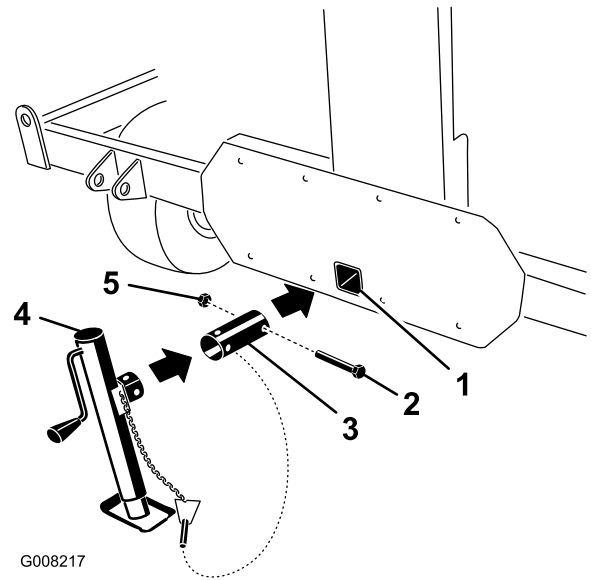
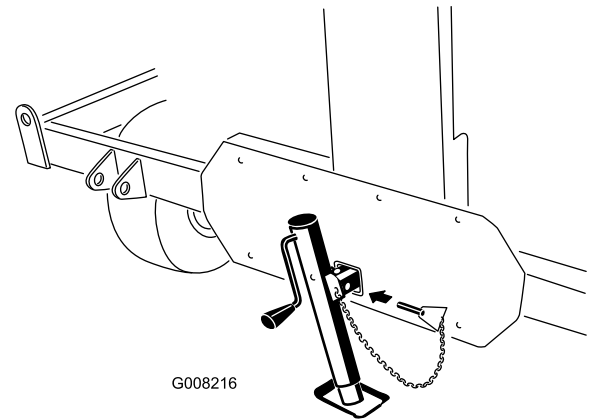

Figura 8
Figura 9
3. Inserite il tubo del cavalletto nel foro di montaggio della barra di traino (Figura 8).
5. Con il bullone e il dado precedentemente rimossi, fissate il tubo al processore core (Figura 8).
6. Inserite il cavalletto metallico nell'apposito tubo, allineate i fori di montaggio e fissate con l'acciarino (Figura 8 e Figura 9).